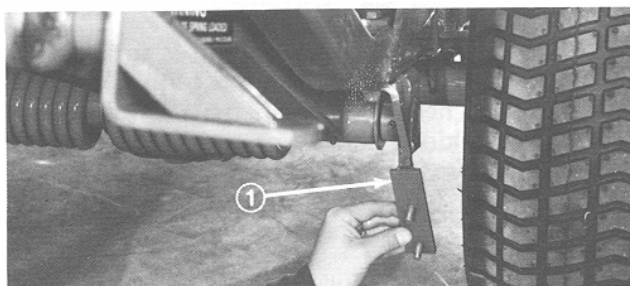

Bild 6
4. Positionieren Sie die Befestigungshaken der mittleren Schutzvorrichtung über den Hub der Befestigungshalterungen des Schubarms (Fig. 6).